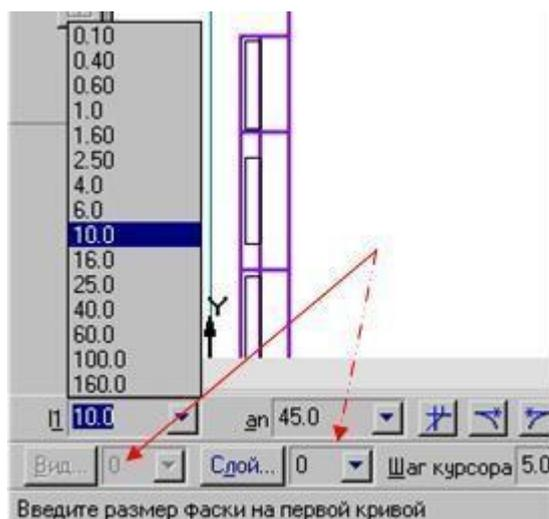

Рис. 7.
18. Выберите кнопку-пиктограмму **Фаска** на инструментальной панели геометрии и щелкните на ней ЛКМ. Появится строка параметров объекта **Фаска**. В строке параметров выберите длину фаски 10 и угол 45 градусов (рис. 7).